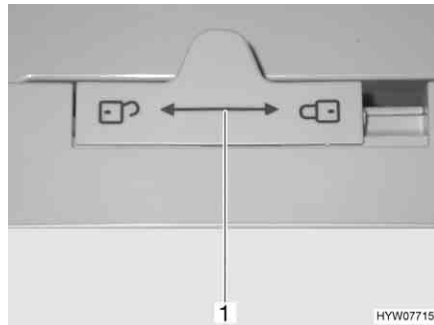

Fig. 138 Dispositif de verrouillage de la porte du réfrigérateur (Dometic Série 7)
- Pousser le dispositif de verrouillage (Fig. 138,1) vers la gauche "🔓".
- Pousser le dispositif de verrouillage (Fig. 138,1) complètement vers la droite "🔒".